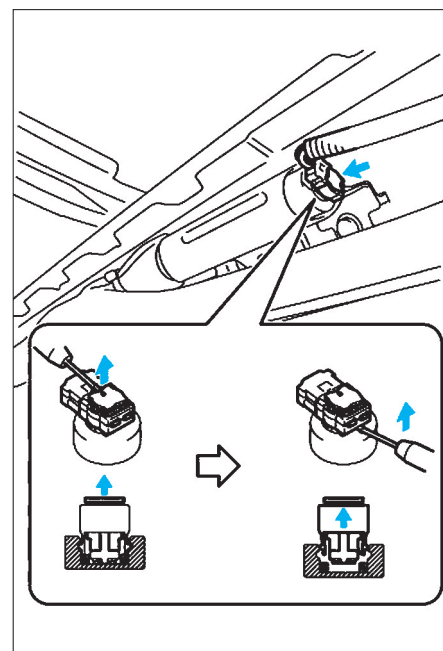

FIG. 14
- En faisant lever avec un tournevis fin, débrancher le connecteur de l'airbag (fig. 14).